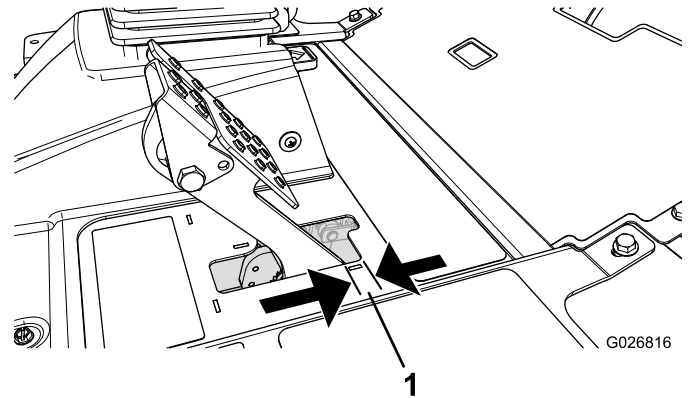

Bild 63
Stellen Sie die Bremsen ein, wenn das Bremspedal mehr als 2,5 cm Spiel hat, oder wenn die Bremsen nicht mehr gut genug greifen (Bild 63). Als Spiel gilt die Entfernung, die das Bremspedal zurücklegt, bevor ein Bremswiderstand spürbar ist.
2. Ziehen Sie die hintere Mutter an, um den Zug nach hinten zu bewegen, bis das Bremspedal ein Spiel zwischen 6,3 mm bis 1,27 cm aufweist, bevor die Räder blockieren (Bild 63).